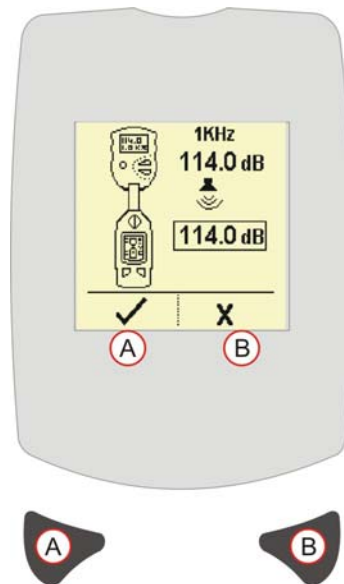

Figura 5 Tela do Modo de Calibração
4. Colocar o Calibrador Acústico firmemente sobre o microfone. O instrumento detecta um tom de 1 kHz e 94 ou 114 dB do Calibrador e entra em Modo de Calibração automaticamente (Consultar Figura 5).